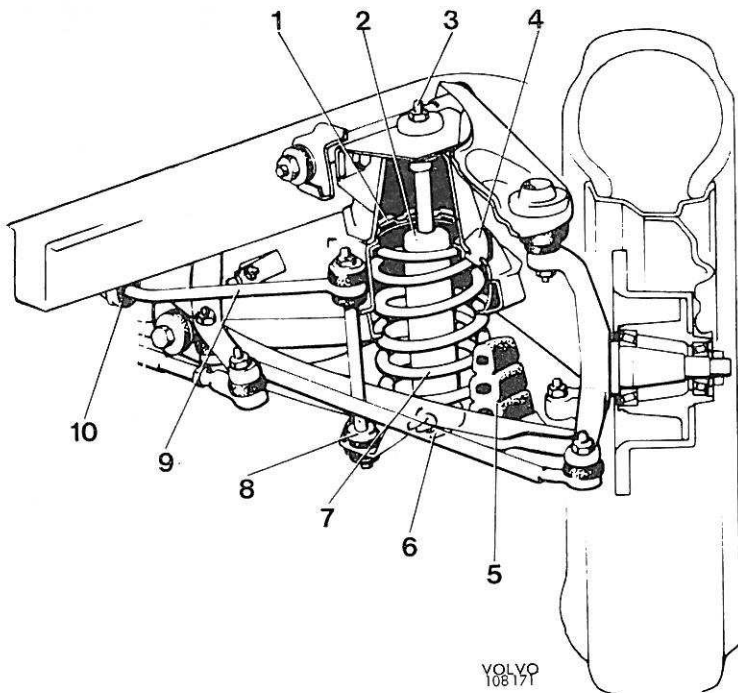

Figure 2. Suspension avant
L'extrémité supérieure des ressorts avant (7, figure 2) est logée dans une cavité pratiquée sur l'essieu avant, tandis que l'extrémité inférieure repose sur les triangles inférieurs de commande. Les triangles inférieurs de commande sont munis de butées caoutchouc (5) pour amortir les chocs trop brusques de la suspension. L'essieu avant est également muni de butées caoutchouc (4) servant à amortir le mouvement de descente des triangles de commande.
4. Démontez la barre de connexion du levier d'attaque de fusée. Enlever l'attache des flexibles de freins. Retirer la vis de fixation (8, figure 2) de la barre stabilisatrice.
La barre stabilisatrice (9, figure 2), qui est fixée d'une part aux deux triangles inférieurs de commande par les vis (8), de l'autre à la carrosserie par les vis (10), permet à la voiture de mieux amortir l'effet du roulis.